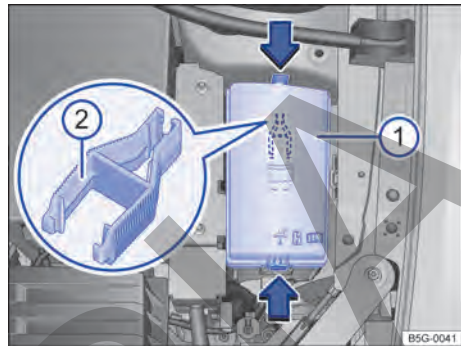

Fig. 173 En el compartimento del motor: cubierta ① de la caja de fusibles con pinza de plástico ②.
- Presionar las trabas en el sentido de la flecha → fig. 173 ①, para desbloquear la cubierta de la caja de fusibles.
En el lado interno de la cubierta de la caja de fusibles en el compartimento del motor puede haber una pinza de plástico → fig. 173 ② para retirar los fusibles.